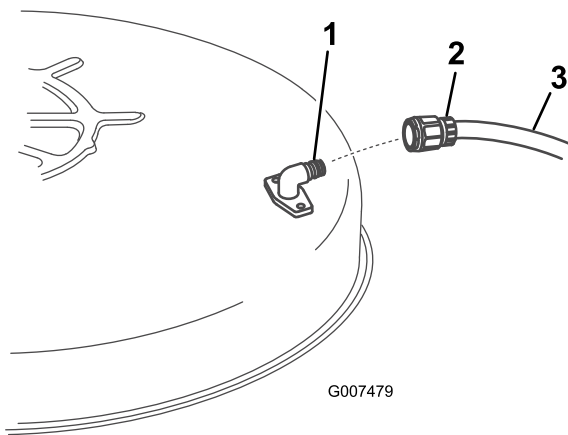

Bild 37
5. Montieren Sie die Schlauchkupplung auf die Kupplung am Mähwerk-Spülanschluss und drehen Sie das Wasser mit starkem Druck auf (Bild 37).